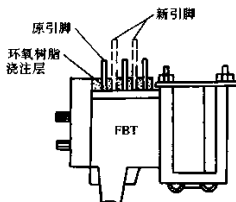

图 5-61 行输出变压器重新绕转引脚法示意图
2) 重新浇铸引脚法。这种方法的实质,就是将替换品的脚位重新进行排列。具体方法是这样:将替换品颠倒放置,使其引脚向上,然后用环氧树脂将底部填灌 $3 \sim 4\text{mm}$ 厚左右,以便固定新引脚。放置一段时间,用与替换品相同、直径为 $1.5 \sim 2.5\text{mm}$ 裸铜线按原品的引脚排列位置插入环氧树脂里,如图 5-61 所示。